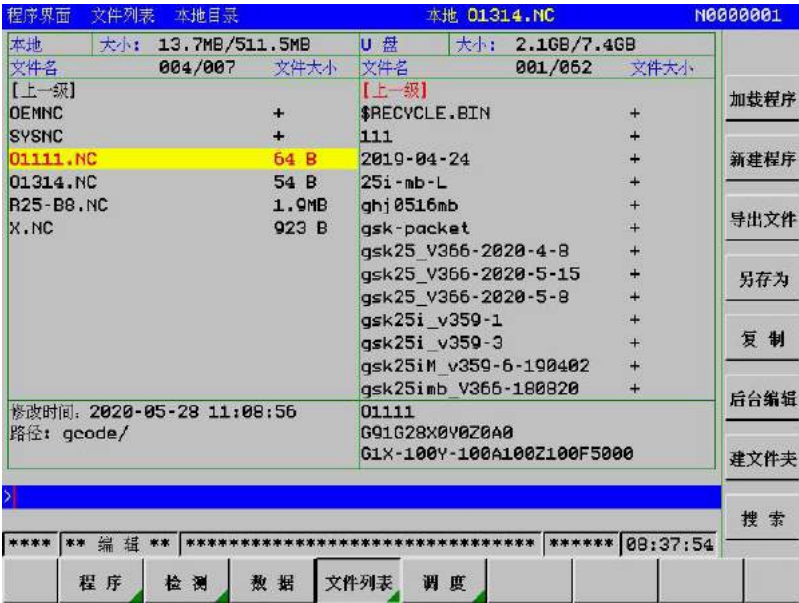

图3-2-39
3) 按面板  键，出现提示“是否要删除文件”，按下界面右侧【确认】子软键，则可删除当前选中的文件（见图 3-2-39）。